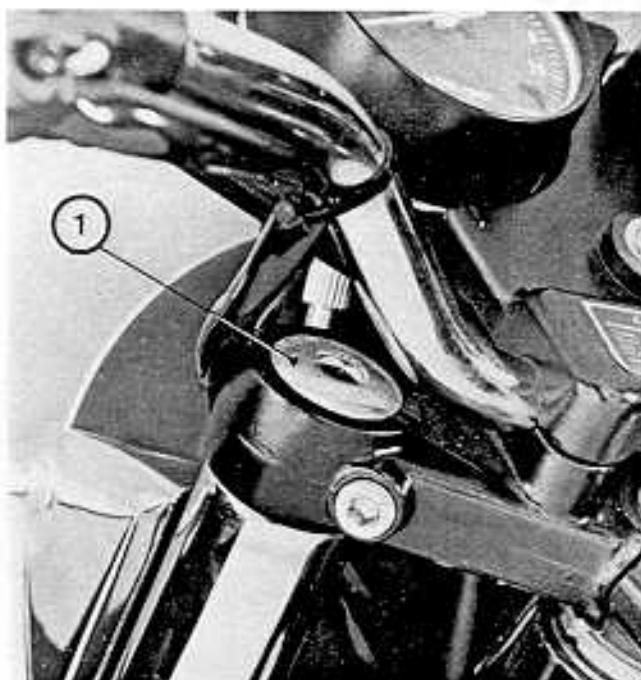
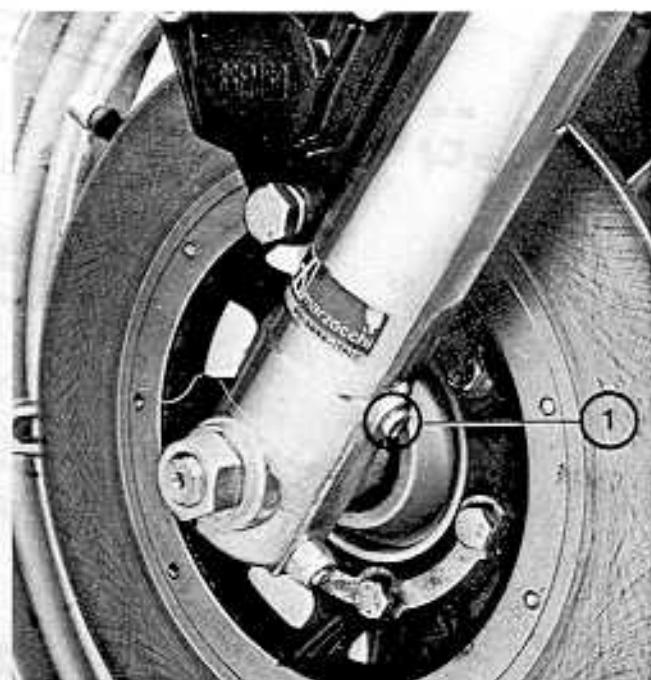

Fig. 201
Fig. 202
- Scaricare a fondo il liquido contenuto nella forcella. Per fare questo togliere i tappi (1 - Fig. 201) a cava esagonale posti alla sommità degli steli e le viti di scarico (1 - Fig. 202) poste all'estremità inferiore degli scorrevoli.
- Undo the filler cap fitted on the top of each stanchion and remove the drain screws (1 - Fig. 201) from the lower part of each slider (1 - Fig. 202). Thoroughly drain the oil from both fork legs.